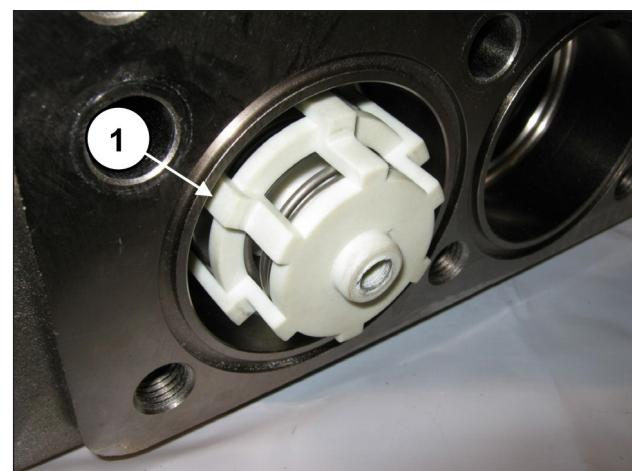

Fig. 152
O grupo da válvula completo deve ser inserido completamente até o fundo e apresentar-se como na pos. ①, Fig. 152.